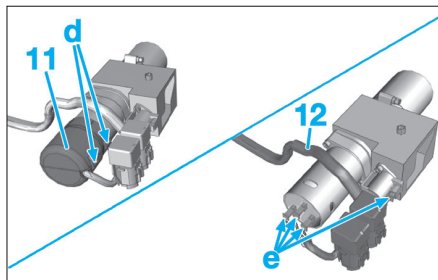
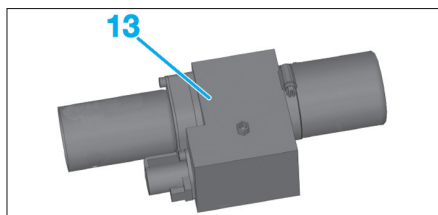

Fig. 105
Fig. 106
- Dégager la plaque de verrouillage (10) suivant "c".
- Désaccoupler les embouts des tuyaux hydrauliques (8).
- Déposer la plaque de verrouillage (10).
- À l'aide d'un tournevis fin, déclipper le cache (11) en "d" (Fig.105).
- Déposer le cache (11).
- Déposer le faisceau (12).
- Déposer le groupe hydraulique (13) (Fig.106).